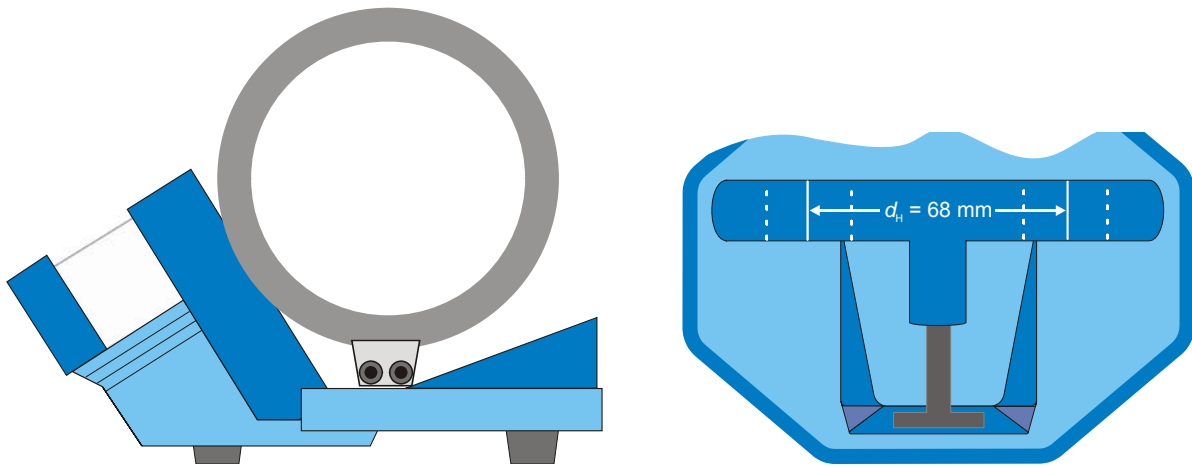

Fig. 1 Montaggio delle bobine per campo trasversale
- Con la geometria di Helmholtz $d = r$, il bordo esterno della base della bobina è allineato con le linee tratteggiate (ved. Fig. 1).